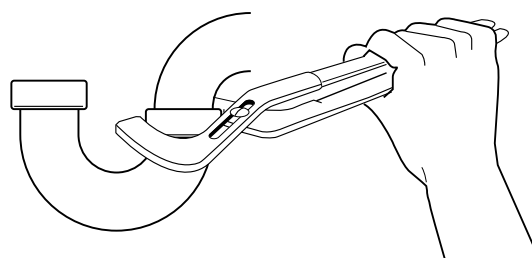

Рис. 5
1. Снимите сифон (см. Рис. 5).